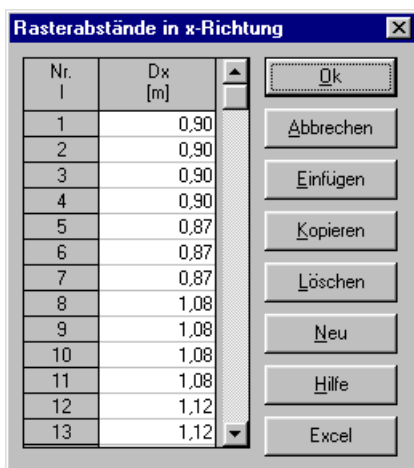

Bild 1-13 Listenfeld "Rasterabstände in x -Richtung"
- Klicken Sie auf die Schaltfläche "Rasterabstände" in x -Richtung. Das Listenfeld "Rasterabstände in x -Richtung" erscheint (Bild 1-13). In diesem Listenfeld kann die Elementgröße individuell für jedes Element in x -Richtung eingegeben werden